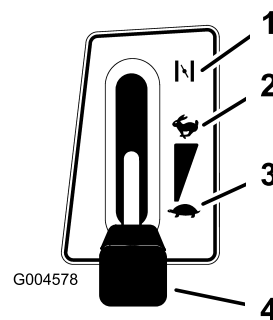

Figura 13
5. Spostate la leva dell'acceleratore su Starter (Figura 13).
7. Quando il motore è acceso, spostate lentamente la leva dell'acceleratore in posizione Fast (Figura 13). Se il motore si arresta o esita, tirate indietro la leva dell'acceleratore su Starter per alcuni secondi, quindi portatela alla massima (Fast). All'occorrenza, ripetete l'operazione.
1. Spostate la leva dell'acceleratore in posizione Slow (Figura 13).